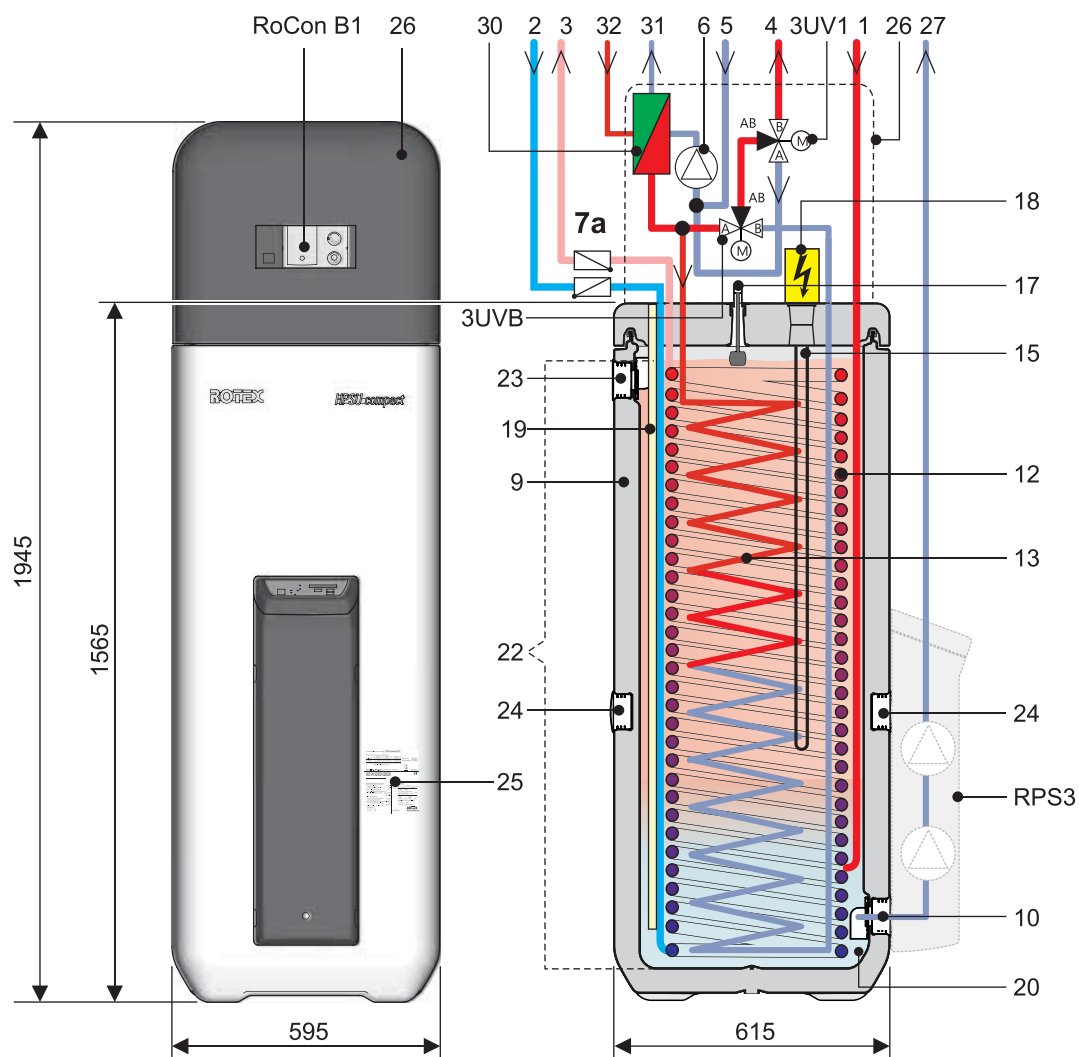
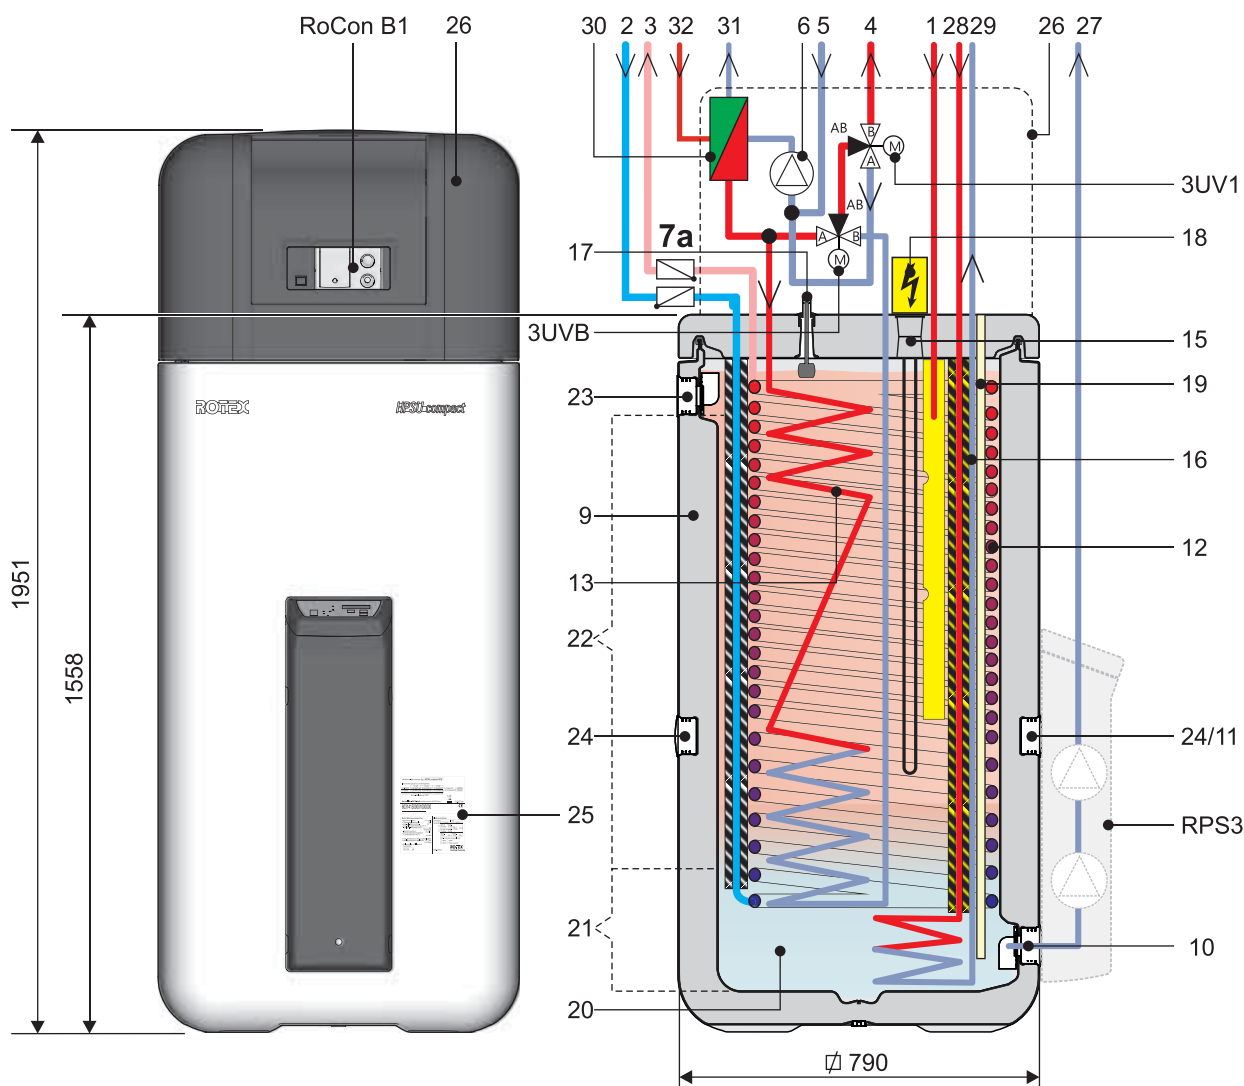

Fig. 3-2 Struttura e componenti dell'HPSU compact 304/308 DB (vista esterna e struttura interna)
Fig. 3-5 Struttura e componenti dell'HPSU compact 508/516 BIV (vista esterna e struttura interna)
Tab. 3-1 Legenda per fig. 3-2 fino a fig. 3-5
- Collegare il flessibile di scarico al raccordo del troppopieno di sicurezza (fig. 3-2 fino a fig. 3-5, pos. 23).